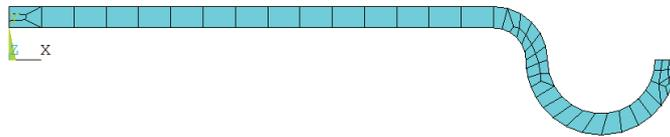

图 5-93 面自由网格划分结果
(6) 选择【Main Menu】/【Preprocessor】/【Meshing】/【Mesh】/【Areas】/【Free】命令，出现拾取对话框，在视图中选中唯一的面，单击  按钮确认，如图 5-93 所示。